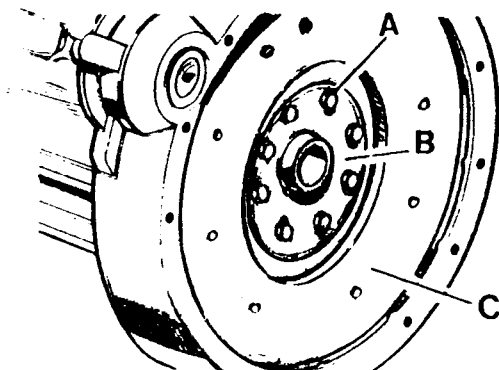

Fig. A3-78 Desmontaje del volante
- 1.5. Desmontar los tornillos, A (Fig. A3-78) que fijan el volante y la placa de freno, B.
- 2.2. Instalar la placa freno, B (Fig. A3-78) y los tornillos de fijación del volante, A, aplicándole a las roscas unas gotas de Loctite 601 y apretándolos alternativamente a una tensión de 14 mkg.